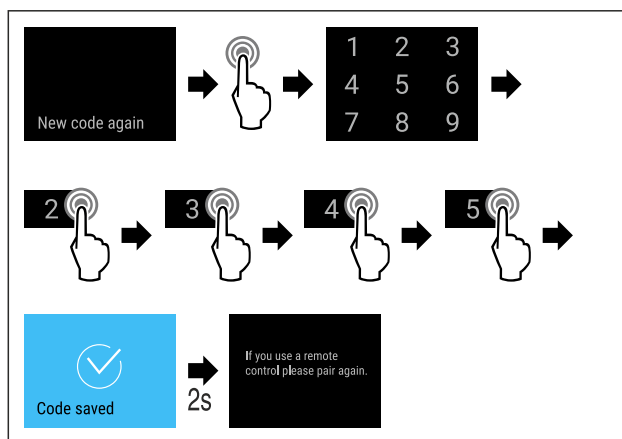

Fig. 83
- ▶ Wykonać czynności (patrz Fig. 83).